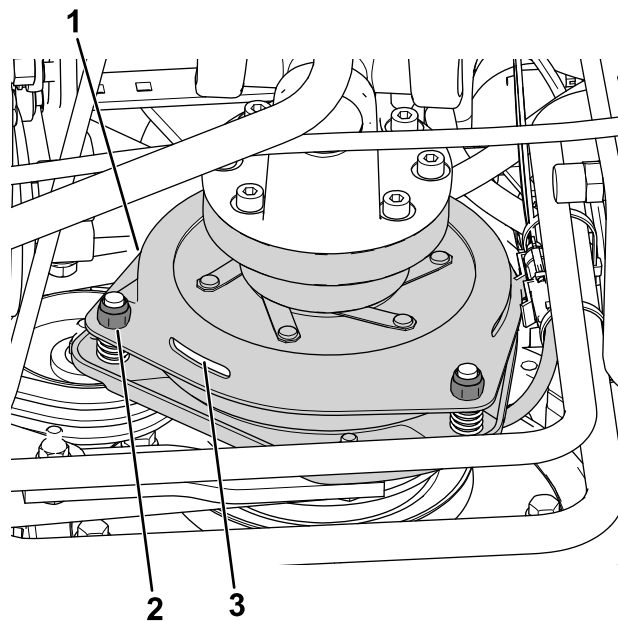

Figura 80
3. Ajuste a folga de modo a permitir a introdução de um calibrador de 0,3 mm entre a cobertura da embraiagem e a placa de fricção (Figura 80).
Nota: Pode reduzir esta folga se rodar as porcas de ajuste no sentido dos ponteiros do relógio (Figura 80). A folga máxima é de 0,6 mm. Ajuste as 3 folgas de ar para 0,4 mm.